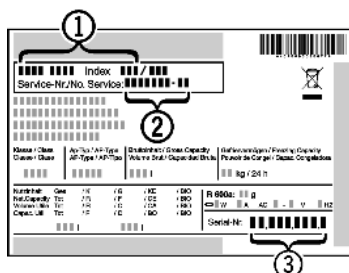

Fig. 13
▶ Odczytać z tabliczki znamionowej oznaczenie urządzenia *Fig. 13 (1)*, nr serwisowy *Fig. 13 (2)* oraz numer seryjny *Fig. 13 (3)*. Tabliczka znamionowa znajduje się po lewej stronie wewnątrz urządzenia.
- ▶ Poinformować serwis i podać opis zakłócenia, oznaczenie urządzenia *Fig. 13 (1)*, nr serwisowy *Fig. 13 (2)* oraz numer seryjny *Fig. 13 (3)*.